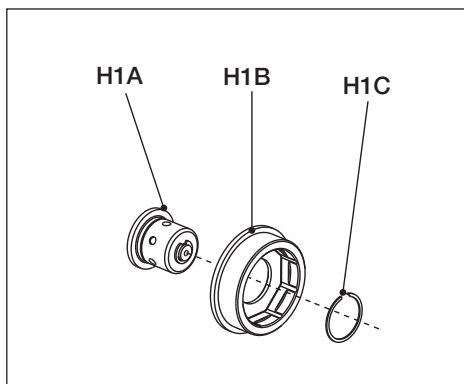

Fig. 27
5.3.10 Demontering og sammenmontering igjen av drivakselens utløserknapp (Fig. 27)